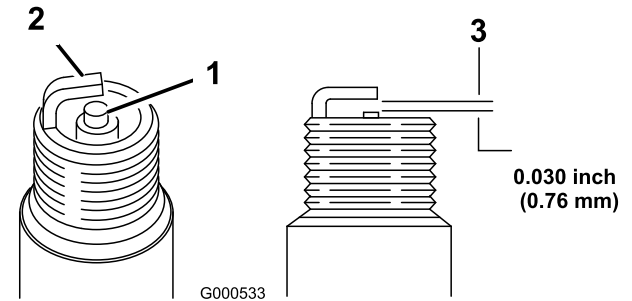

Figure 33
1. Examinez le centre de la bougie (Figure 33). Si le bec de l'isolateur est recouvert d'un léger dépôt gris ou brun, le moteur fonctionne correctement. S'il est
2. Contrôlez l'écartement entre l'électrode centrale et l'électrode latérale (Figure 33). Courbez l'électrode latérale (Figure 33) si l'écartement est incorrect.